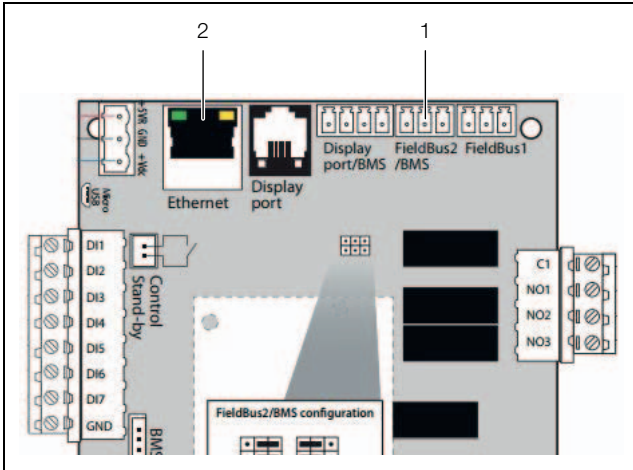

Imagen 22: Conexiones
■ Utilice la conexión «FieldBus2» (imagen 22, pos. 1) de la placa para conectar el equipo a un dispositivo de vigilancia.
■ Utilice la conexión «Ethernet» (imagen 22, pos. 2) de la placa para conectar el equipo a través de páginas web a un dispositivo de vigilancia.